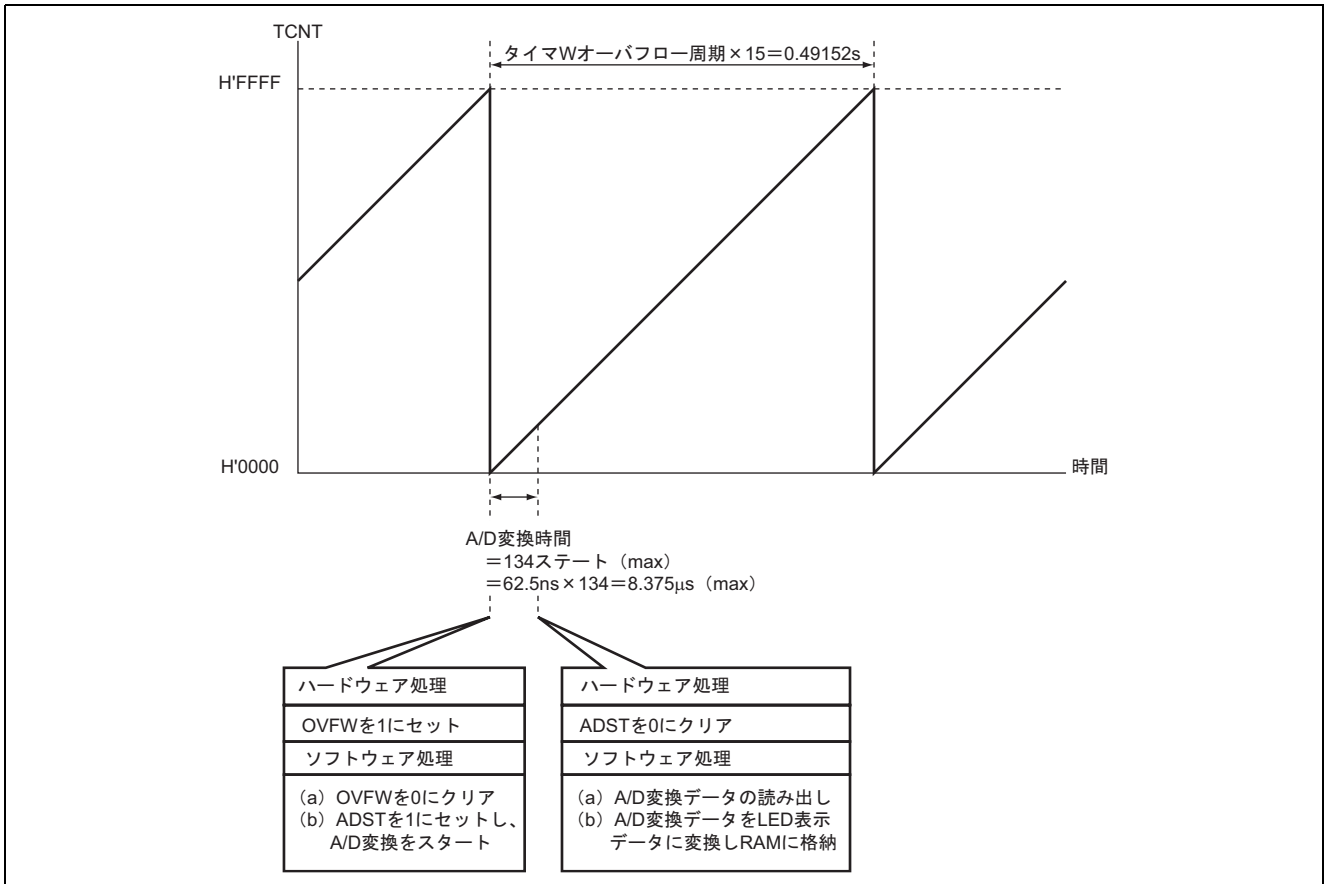

図 3.1 タイマ W を使用した AN1 端子の A/D 変換の動作原理
1. 図 3.1 にタイマ W 使用した、AN1 端子の A/D 変換を行う際の動作原理を示します。図 3.1 に示すように、本タスク例では、A/D 変換割り込みを使用せずに tmrw ルーチンの中で、タイマ W オーバフローフラグより A/D 変換周期 (0.49152s) の計測、A/D 変換終了判定を行っています。